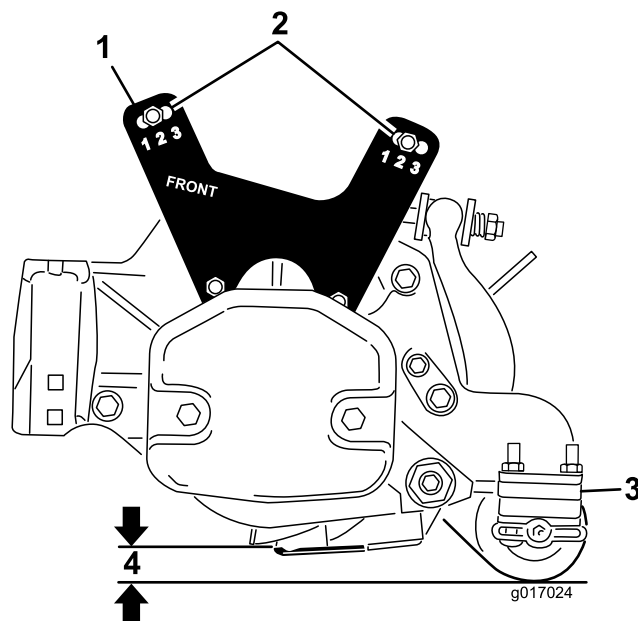

Figure 20
- Abaissez le plateau de coupe au sol et mesurez la distance du sol au sommet de la contre-lame, comme illustré à la Figure 20